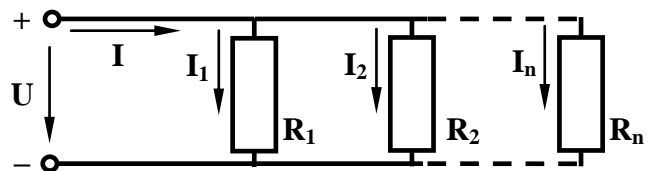

Рисунок 2 – Параллельное соединение резисторов
*Параллельным* называется такое соединение приемников, при котором соединяются между собой как условные начала приемников, так и их концы (рисунок 2). Для параллельного соединения характерно одно и то же напряжение на выводах всех приемников:  $U_1 = U_2 = \dots U_n = U$ . Согласно первому закону Кирхгофа,  $I = I_1 + I_2 + \dots I_n$ , а согласно закону Ома можно записать  $I = \frac{U}{R_{\text{ЭКВ}}}$ ;  $I_1 = \frac{U}{R_1}$ ;  $I_2 = \frac{U}{R_2}$ ; ...;  $I_n = \frac{U}{R_n}$ . Тогда  $\frac{U}{R_{\text{ЭКВ}}} = \frac{U}{R_1} + \frac{U}{R_2} + \dots + \frac{U}{R_n}$ ; Сокращая обе части равенства на  $U$ , получаем формулу подсчета эквивалентной (общей) проводимости:  $\frac{1}{R_{\text{ЭКВ}}} = \frac{1}{R_1} + \frac{1}{R_2} + \dots + \frac{1}{R_n}$  или  $g = g_1 + g_2 + \dots + g_n$ .